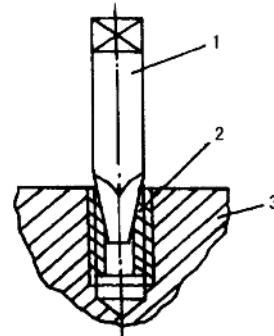

图 1-12 取出折断螺柱残端
①在折断螺柱残端露出螺纹孔平面数毫米时,可在露出部分的平行轴线锉出两个平面或在其端面上开个槽,然后用扳手或螺丝刀将其拧出,也可焊上一个螺母后拧出。
②在折断螺柱残端与螺纹孔面持平,或者还低于螺纹孔平面时,可在折断螺柱残端端面中心打一个样冲眼,再用比折断螺柱螺纹直径小 $1.5\sim 2\text{mm}$ 的钻头按打好的样冲眼将折断螺柱残端钻通;然后用带方柄的锐利的三角形楔锥装入已钻好的孔中(图 1-12),用锤子轻轻敲入,牢牢“咬住”;最后用扳手套在方柄上,按螺纹旋出方向旋转,即可将折断螺柱残端取出来,且不会损坏箱体上螺纹。